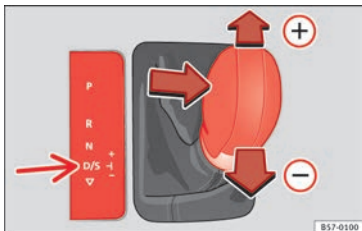

Abb. 182 Mittelkonsole: zu Tiptronic ändern.
- Um einen Gang hochzuschalten, tippen Sie den Wählhebel nach vorn **+** » Abb. 182.